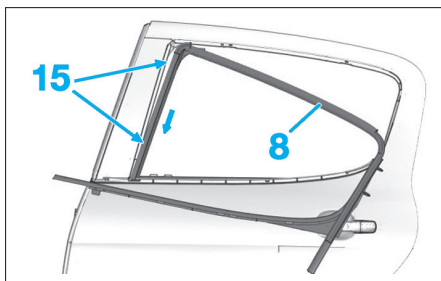

Fig. 123
- le joint lècheur extérieur (8) en (15) (Fig.123).